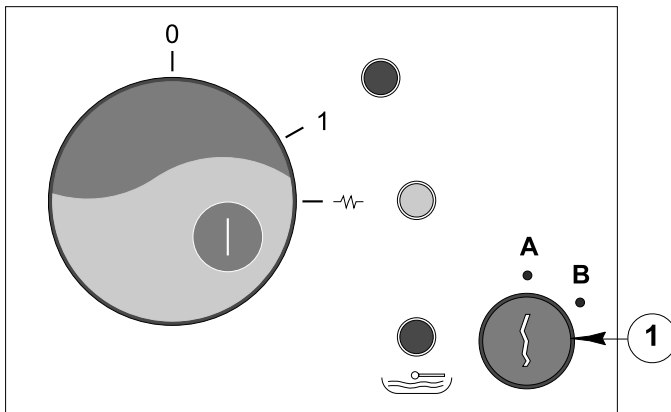

Fig. 10 - Maschineneinschaltknopf und Programmierungsschlüße
Den Programmierungsschlußel (Fig. 10; pos. 1) auf Position B stellen und zu der Programmierung schreiten (Siehe Kap. 5.7). Nach Beendigung der Programmierung, den Programmierungsschlußel in die normalstellung - A bringen.